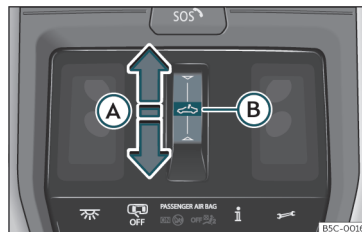

Abb. 87 Im Dachhimmel: Taste des Glasdachs.
- Automatische Bewegung: den Finger nach hinten über den Funktionsbereich  **>>> Abb. 87 A** ziehen.
- Innerhalb von etwa 5 Sekunden nach der Aktivierung des Einklemmschutzes den Finger nach vorne über den Funktionsbereich **Abb. 87**  ziehen und gedrückt halten bis das Dach vollständig geschlossen ist.